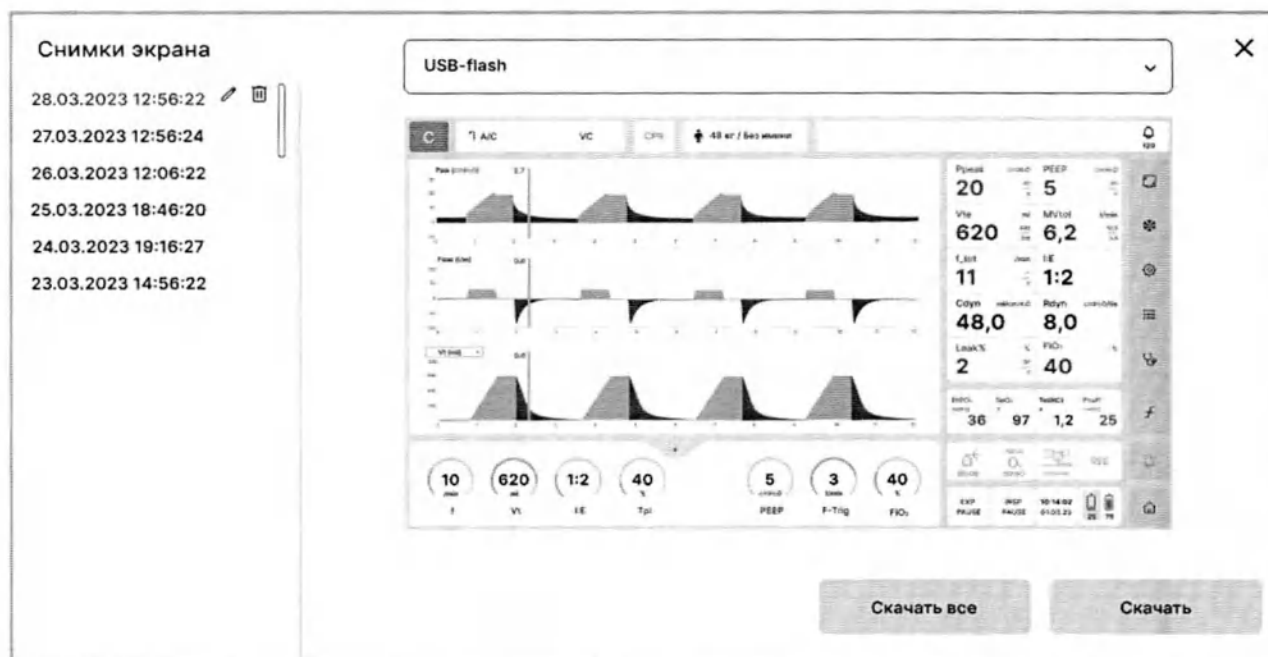

Рисунок 7.20 – Журнал снимков экрана
- 1 Нажмите кнопку «» и проконтролируйте, что на дисплее аппарата отображается журнал снимков экрана (см. рисунок 7.20, в котором по умолчанию будет отображаться последний сохраненный снимок экрана).